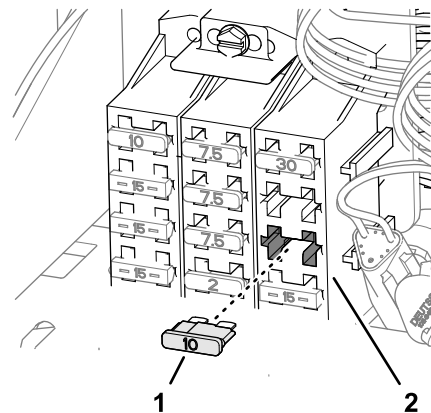

Figure 135
8. Insérez le fusible (10 A) dans l'emplacement sur le porte-fusibles (Figure 135) correspondant au circuit d'alimentation des options que vous avez utilisé à l'opération 5.